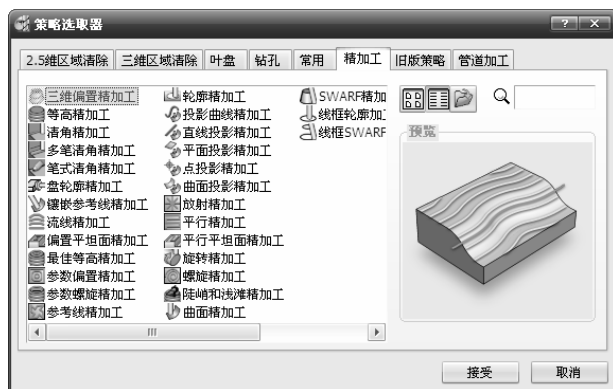

图 3-63 “策略选取器”对话框
1) 单击主工具栏上的“刀具路径策略”按钮, 弹出“策略选取器”对话框，单击“精加工”选项卡，在弹出的精加工策略选项中选择“三维偏置精加工”加工策略，如图 3-63 所示。单击“接受”按钮完成。